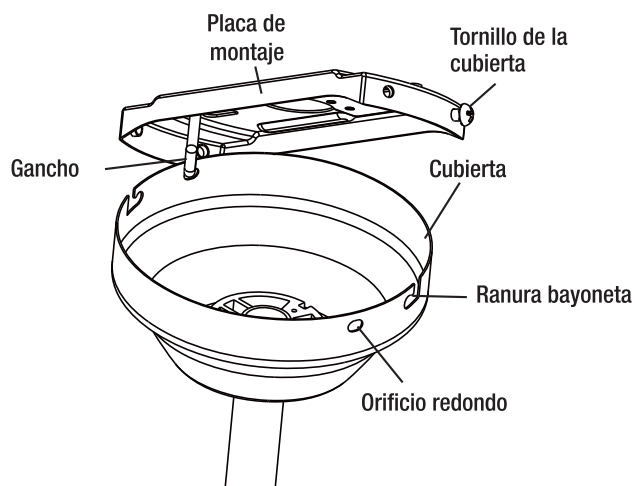

Figura 9
- Antes de realizar las conexiones eléctricas, enganche uno de los orificios del tornillo en la parte superior de la cubierta del techo con el gancho en la placa de montaje (Figura 9).